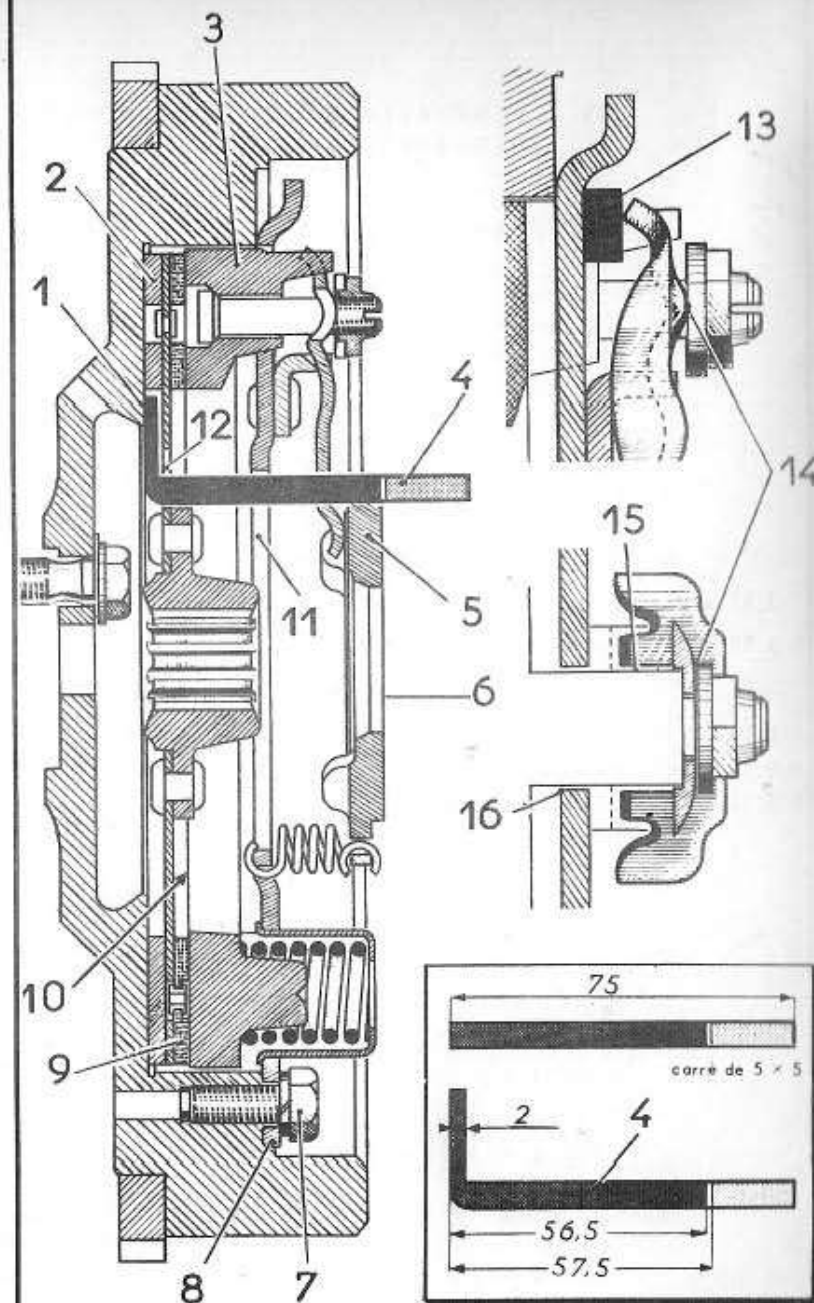

Fig. 24
d'EMBRAYAGE (y compris CONTROLE) (Fig. 24 - 25)
La méthode ci-dessous donne une indication générale sur l'état d'usure du disque et du mécanisme d'embrayage. Préparer une pige (4) dans de l'acier doux carré de 5×5 , suivant les cotes de la Fig. 24. Graver deux traits de repère à 56,5 et 57,5 sur les quatre faces de la pige. L'espace entre ces deux traits pourra être peint en blanc et la partie comprise entre 57,5 et l'extrémité de la pige sera peinte en rouge.
Il ne doit pas y avoir de méplat en (14 - Fig. 24) sous les rondelles d'appui. Vérifier s'il n'y a pas eu de matage en (15) sur les doigts de guidage des leviers.
Poser les six vis (7 - Fig. 25) fixant le mécanisme sur le volant, les serrer progressivement en diagonale, tout en vérifiant l'emboîtement du plateau de fermeture dans le centrage du volant, en (8 - Fig. 24). Bloquer ces vis à $2,5 \pm 0,5$ m/kg.
N.B. - En cas de pose d'un mécanisme neuf, prendre soin de chasser avec un tournevis les trois cales (13 - Fig. 24).